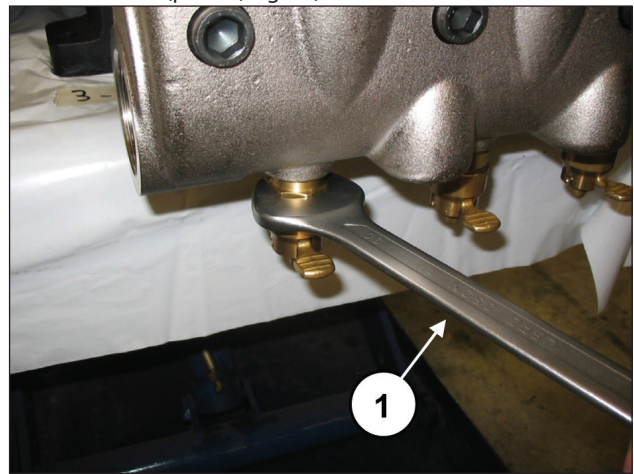

Fig. 96
Desenroscar el dispositivo de apertura de las válvulas con una llave de 30 mm (pos. ①, Fig. 96).